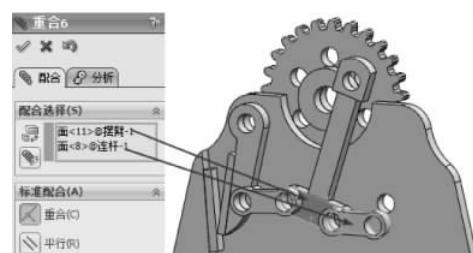

图 3-149 重合配合
(12) 继续进行配合约束, 选择【标准配合】选项组下的【重合】配合类型  , 在【要配合的实体】选择框  中选择如图 3-149 所示的面, 其他保持默认, 单击【确定】按钮  , 完成重合配合。